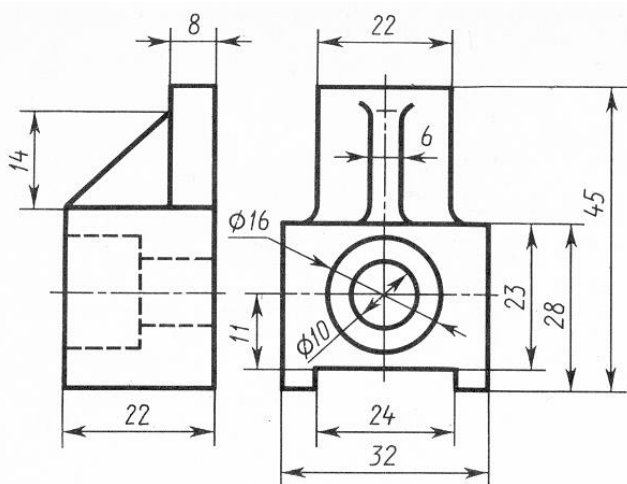

Рисунок 42 – К упражнению для листа I-5
1. Перечертите в рабочую тетрадь задание по рис. 42. Нанесите недостающие линии, выполните штриховку в разрезе и укажите его наименование. Нанесите размеры (глубина отверстия $\varnothing 16$ равна 10мм).